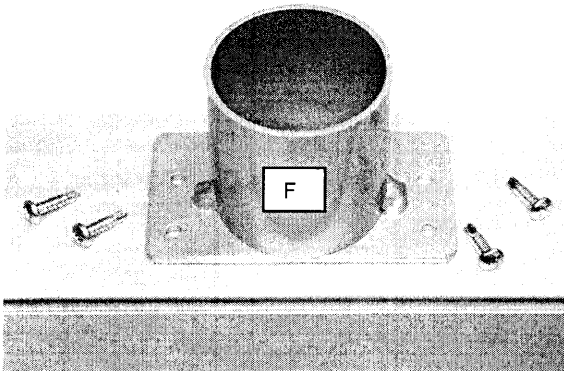

Abb. 14
- 11.) Montieren Sie die Kederleisten für die Vorderwandelemente. Die Kederleiste wird dabei unterhalb der Dachsparren, abschließend mit dem vorletzten Dachsparren angeschraubt. (**Abbildung 14**).